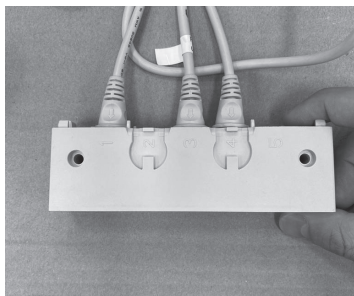

Fig.6
- Collegare all'hub di derivazione: il cavo proveniente dalla centralina appena installato, i comandi elettrici a pedale ed il telecomando (Fig.6)